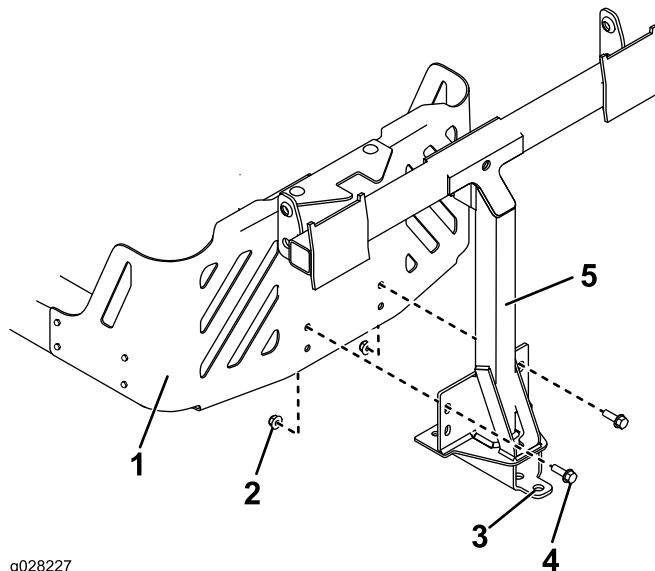

Bild 11
2. Befestigen Sie den Drehrahmen an der Maschine, wie in **Bild 11** abgebildet. Befestigen Sie den Drehrahmen mit zwei Schrauben (5/16" x 1") und zwei Sicherungsmuttern (5/16") am Maschinenrahmen.